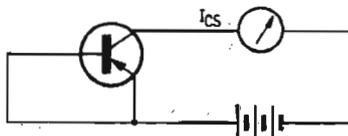

FIG. 3
c) - l'intensité du collecteur lorsque la tension est appliquée, d'une part au collecteur, et d'autre part à l'émetteur et à la base connectés ensemble (I_{CS}) ; voir figure 3.